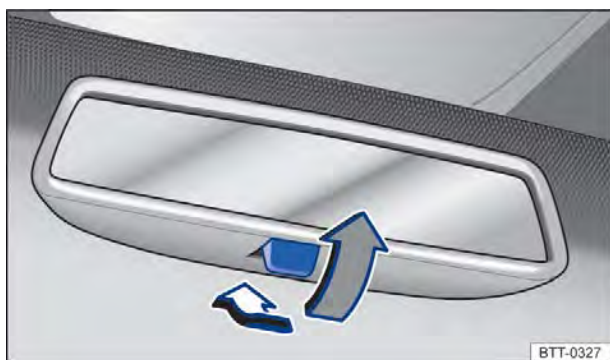

Fig. 93 No para-brisa: espelho retrovisor interno com antiofuscante manual.
- Para evitar o ofuscamento, puxar a alavanca para trás ⇒ Fig. 93.